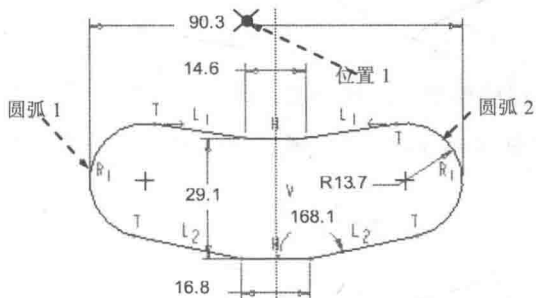

图 1.13 添加水平尺寸标注
Step3. 添加水平尺寸标识。单击 尺寸 ▾ 区域中的“法向”按钮 ，在图 1.13 所示的图形中，依次单击圆弧 1 和圆弧 2，中键单击位置 1 放置尺寸。